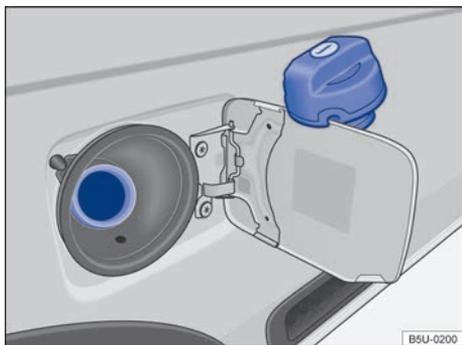

Fig. 133 Portezuela del depósito de combustible abierta con la tapa del depósito de combustible colgada.
- Gire tapa del depósito de combustible en sentido antihorario y cuélguela encima de la puerta del depósito de combustible → fig. 133.